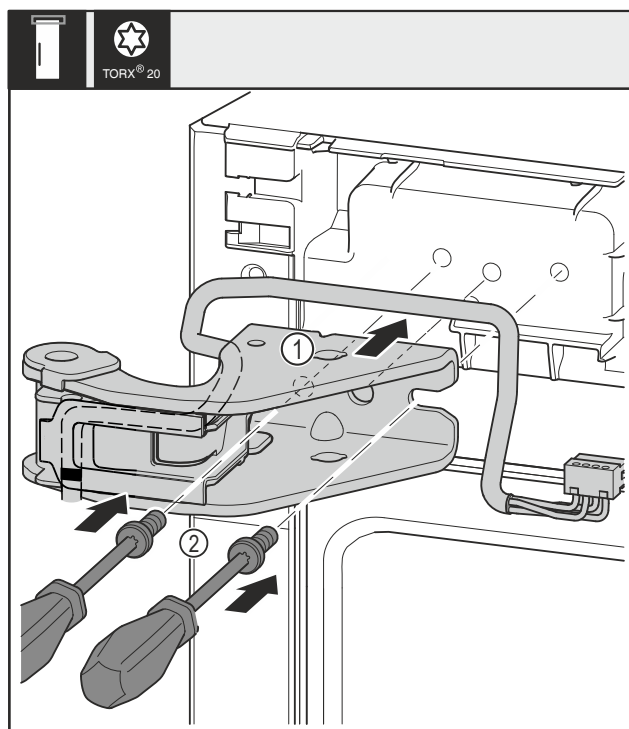

Fig. 35
- ▶ Nasad'te horní stojan ložiska Fig. 35 (1).
- ▶ Šroubovákem vsad'te šrouby Fig. 35 (2) a utáhněte.